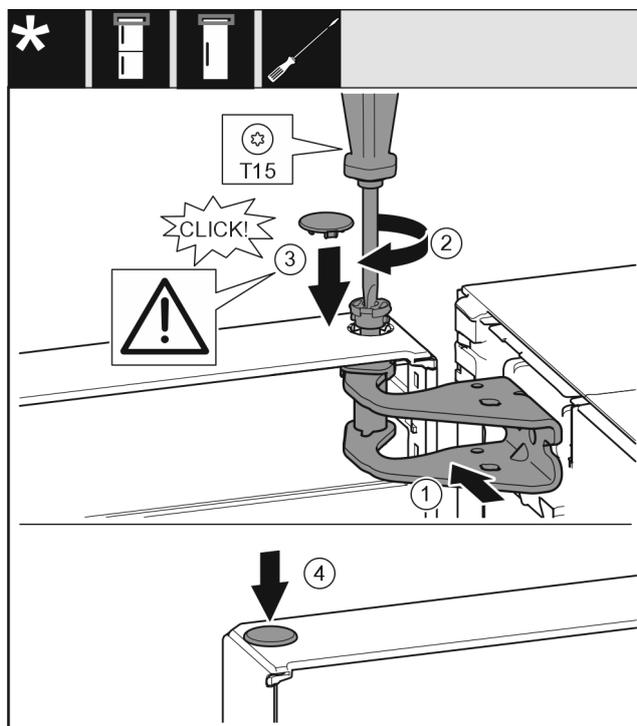

Fig. 26
- ▶ Allineare la porta in alto all'apertura nel blocco di supporto. Fig. 26 (1)
- ▶ Inserire i perni Fig. 26 (2) e stringerli con un cacciavite.
- ▶ Montare la copertura del fusibile Fig. 26 (3) sul fusibile della porta: Inserire la copertura del fusibile e controllare se appoggia sulla porta. Altrimenti inserire completamente i perni.
- ▶ Inserire il tappo Fig. 26 (4).